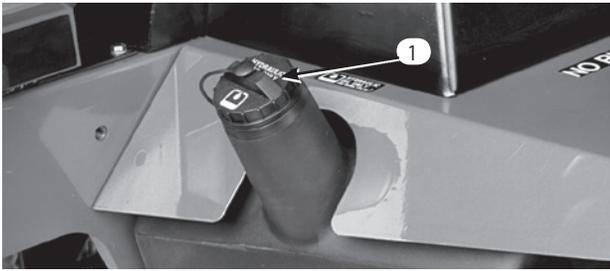

図18
- 油圧オイル・タンクの注油口周辺をきれいに拭く。給油口からキャップを取る (図18)。